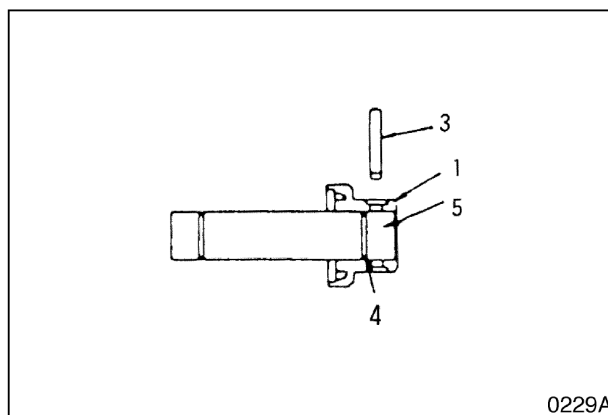

Рис. 25
1. Перед повторной сборкой обезжирьте, очистите и насухо вытрите все детали. Вставить вкладыш (8, рис. 25) в направляющее колесо (7).
2. Смажьте уплотнительное кольцо (4, рис. 25) и вставьте его в ось.
3. Выровняйте отверстие подшипника (1, рис. 25) и оси (5) и соедините их штифтом (3).